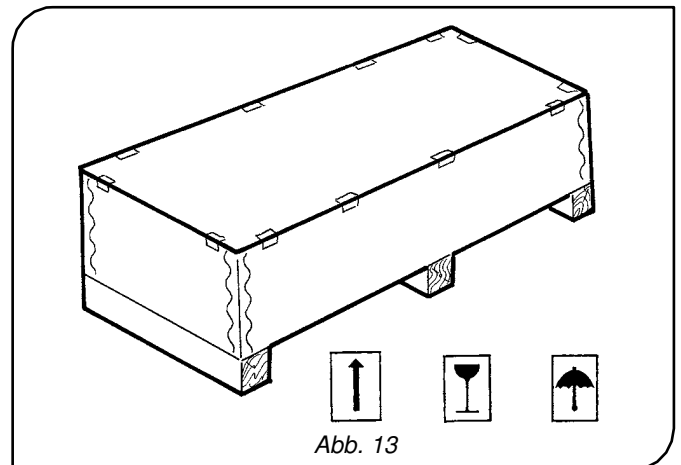

Abb. 13
- In einigen Fällen können der E-Zug DRH und die entsprechenden Katzen in einer Kiste oder einem Holzkäfig geliefert werden, auf denen sich wiederum Hinweise und Piktogramm befinden, die wichtige Informationen zu Handhabung und Transport der Warensendung enthalten (Abb. 13).